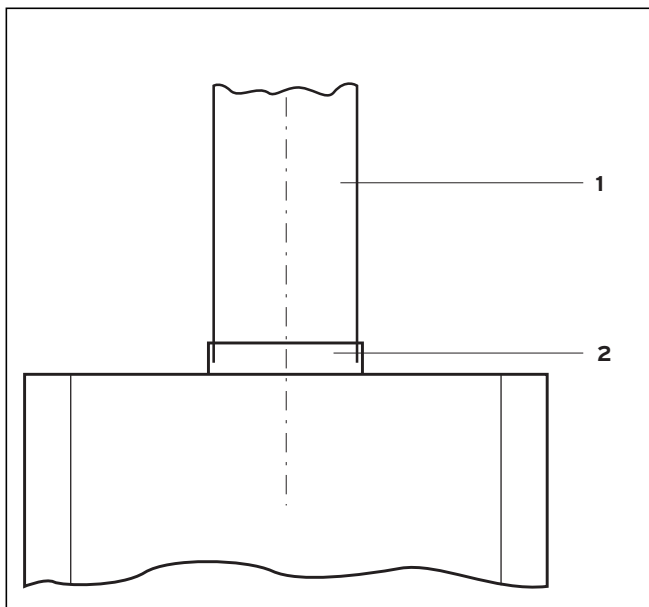

Рис. 5.1 Подключение к дымоходу
Пояснения к рис. 5.1
Установите трубу дымохода (1) в патрубок трубы дымохода (2) на предохранителе тяги, см. рис. 5.1 Подключение к дымоходу.